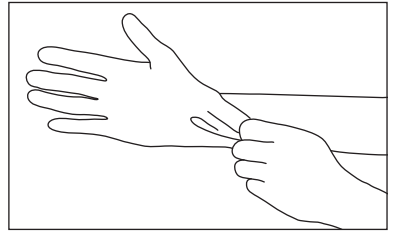

Fig. 5
- 1) Portez toujours des gants, un masque et des lunettes de protection pour des raisons de sécurité et réduire le risque d'infection. (Fig. 5)